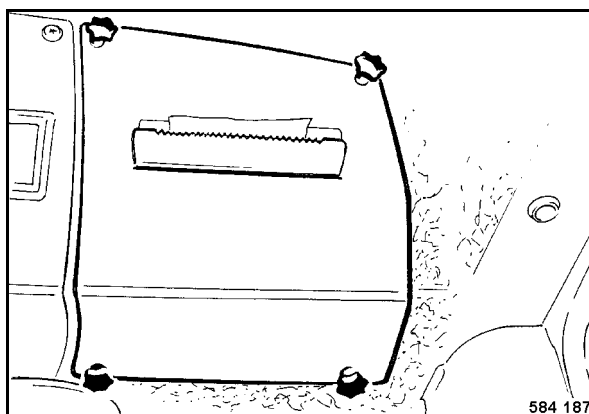

Fig. 118
- Desenroscar las empuñaduras de estrella (Fig. 118) y retirar la cubierta.